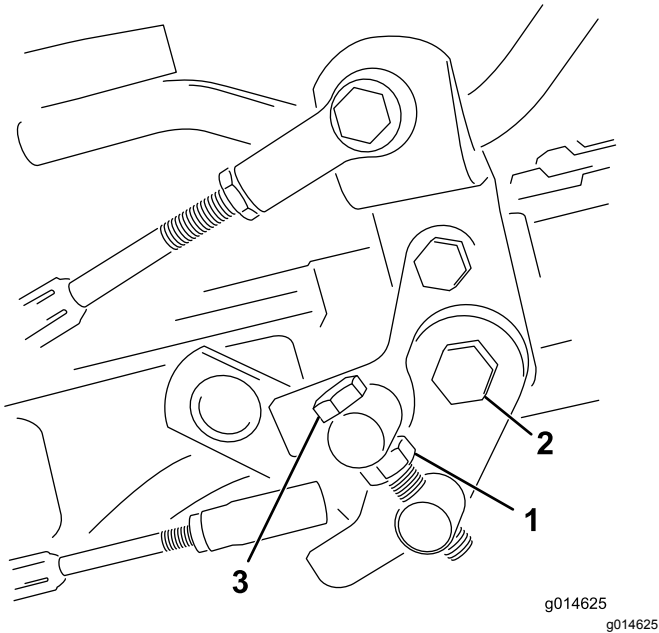

Figura 53
1. Afloje la contratuerca del tornillo de caperuza del muñón (Figura 53).
4. Apriete la contratuerca del perno del muñón y la tuerca de la articulación del pedal para bloquear el ajuste (Figura 53). Compruebe el funcionamiento, y vuelva a ajustar si es necesario.